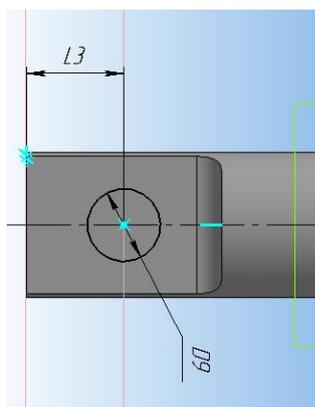

Рисунок 46.
16. На расстояние размера **L3** выполните окружность радиуса **D9** согласно вашему варианту (рисунок 46).